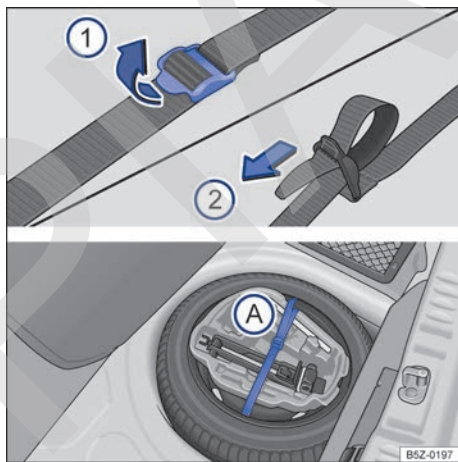

Fig. 134 En el maletero: cinta de fijación de la caja de herramientas y caja de herramientas de a bordo.
- Para soltar la cinta de fijación → fig. 134 (A), tirar de la hebilla en el sentido de la flecha (1).